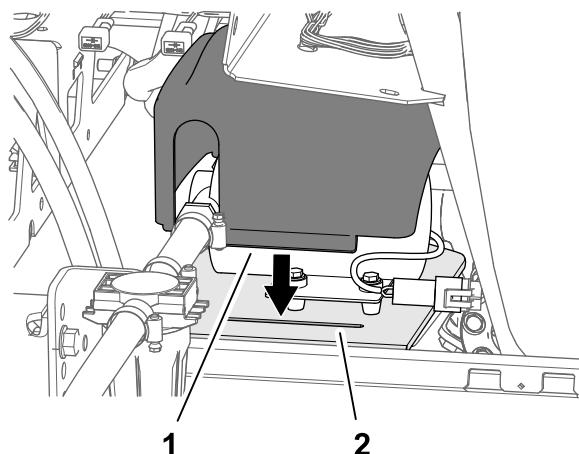

图32
1. 如图32所示将泵盖对准冲洗水箱泵。
2. 将泵盖的2个凸耳插入水箱架鞍形板的槽中 图32。